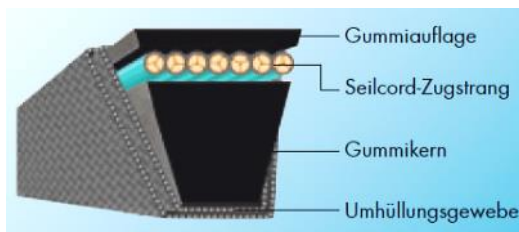

Abb. 2a
a) Standardkeilriemen (Abb. 2a) bestehen aus: